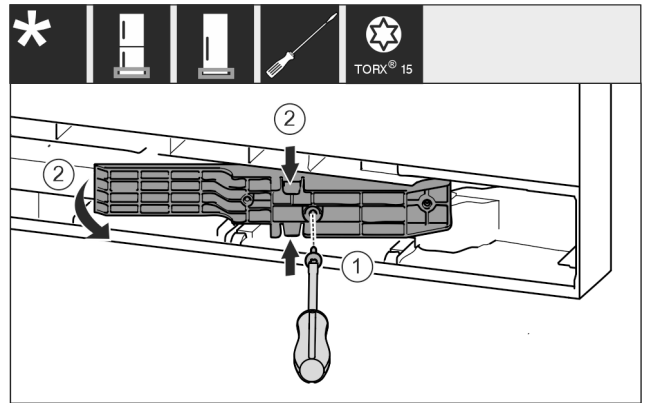

Fig. 8 *
- ▶ Odvijačem T15 otpustite vijke. Fig. 8 (1)*
- ▶ Izvadite adapterski element. Fig. 8 (2)*